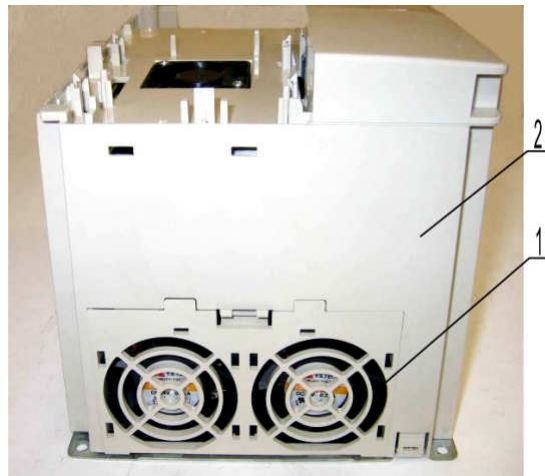

Рисунок 7.16
7.5.3 Установить панель вентиляторов 1 в отверстие корпуса 2, приложив рукой усилие до щелчка фиксатора (рисунок 7.16).